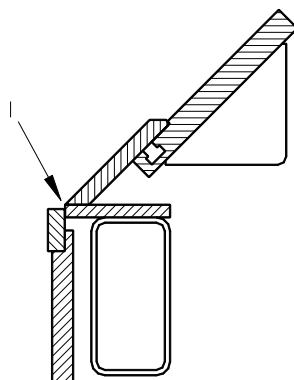

Fig.: 2.2 Bukkespalte (I)
Før bukkestoppet (7) kan aktiveres er det nødvendigt at justere håndtagene (6) for overvangen, så det er muligt at trykke trædepedalen i bund. Til sidst justeres håndtag (8) for bukkevangen (4), så bukkespalten (se *fig.: 2.2*) svarer til pladedimensionen.